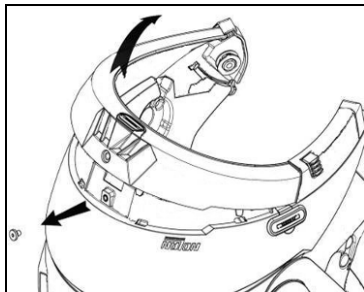

Fig. 1
- Fjern skruen i hjelmens pakningskant med den tilhørende nøkkelen (Fig. 1).
- Fjern fullstending pakningskanten som vist i Fig. 1, slik at også innerfôret fjernes.